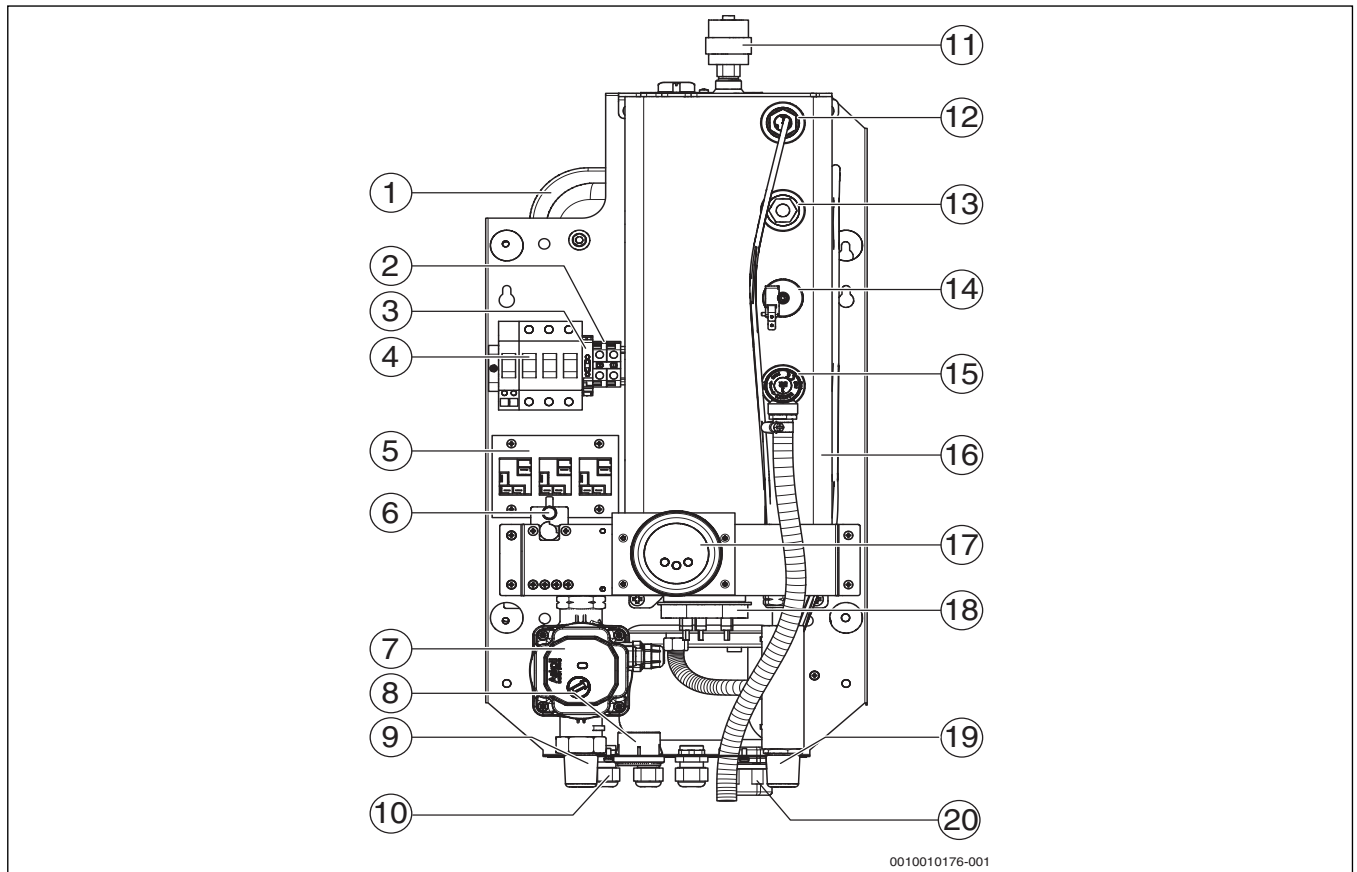

Fig. 1 Funksjonselementer til kjele Tronic Heat 3500 4-9 kW
- ▶ Sikkerhetsventilen må aldri lukkes (→ fig. 1, s. 7, [15])